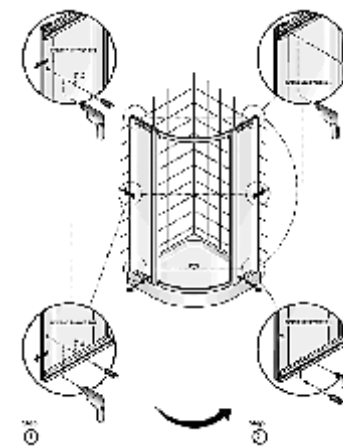

РИС.2.
3. Соберите шторку без дверей. Верхняя и нижняя алюминиевая направляющая (№7) и боковые панели (№2) стягиваются между собой саморезами. В направляющие заведите ролики (8). Собранный конструкцию установите на поддон и заведите в пристенные профили. На профили стекол установите декоративные вставки (профили для панелей) (№3). Зафиксируйте шторку к пристенным профилям с помощью саморезов. Заполните места стыков герметиком снаружи и внутри шторки (см.рис.2).